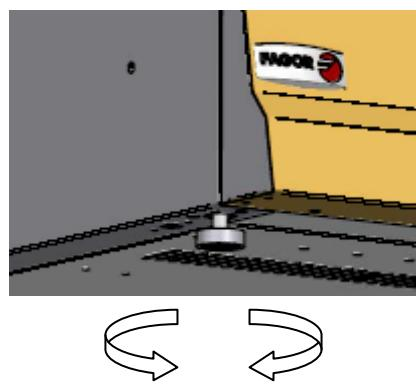

Fig. 2
- \* Nivelar y regular la altura del aparato.(Fig. 2)